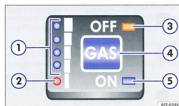

Fig. 121 Dans la console centrale : indicateur de niveau et touche de commutation pour GPL.
Légende de la fig. 121
- La touche de commutation **GAS** ⇒ page 183, fig. 121 a été activée ou le véhicule a été arrêté en mode GPL et le témoin ON ② clignote.
La commutation s'effectue en appuyant sur la touche de commutation **GAS** ⇒ page 183, fig. 121 ①. Si toutes les conditions sont remplies, le système commute en mode GPL et le témoin ON ② s'allume.